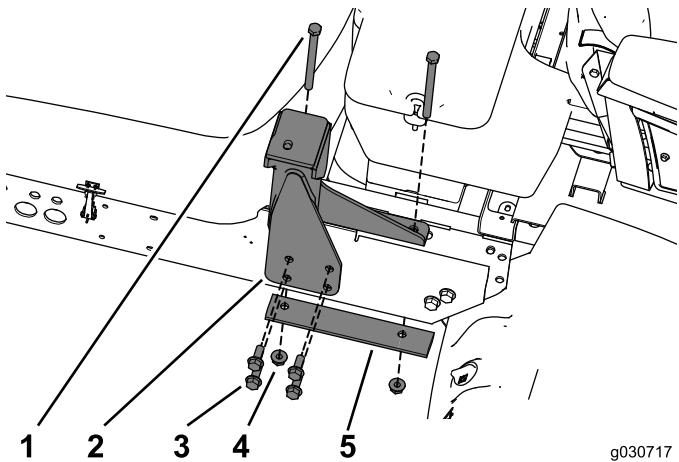

Figura 20
- Utilice las fijaciones que se retiraron con el ROPS para sujetar el soporte trasero al bastidor (Figura 20).